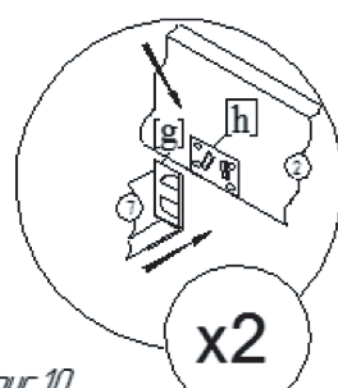

рис.10
- зафиксировать планку поддержки матраса, прикрепив к царгам поз.1 и 2 (рис.10)